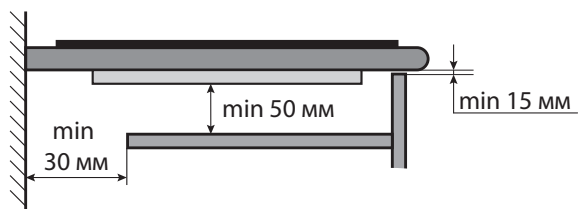

Рис. 4.
11. Если варочная поверхность устанавливается не над встроенной духовкой, для теплоизоляции под варочную поверхность помещают деревянный щит на расстоянии не менее 50 мм от нижней части варочной поверхности. И обеспечивают воздушный зазор не меньше 30 мм между деревянным щитом и задней стенкой шкафчика, и воздушный зазор не меньше 15 мм между столешницей и фасадом. (Рис. 4)